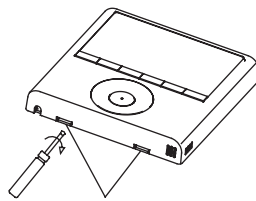

Figura 3-4
- Retire la parte superior del controlador alámbrico (Figura 3-4)